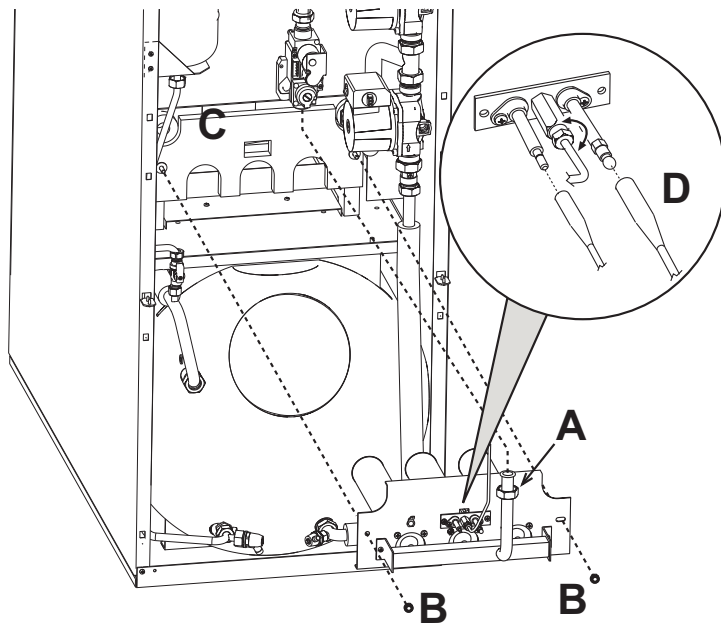

рис. 23 - Демонтаж горелок
- Развинтите две гайки "B" крепления дверцы камеры сгорания к чугунным элементам корпуса котла (рис. 23)